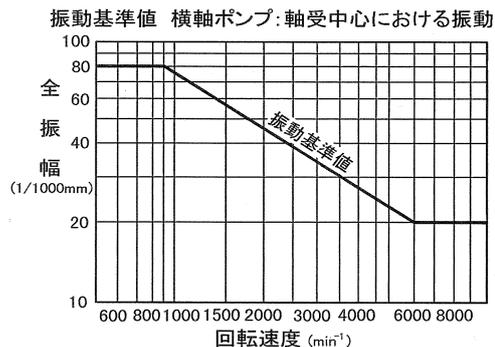

図 9
- (6) 据付、配管工事が正しく施工されている場合の振動の基準値を図9に示します。振動が大きい場合は、直結の芯出し、配管サポートの不良、基礎ボルトの緩みなどが原因ですので点検してください。